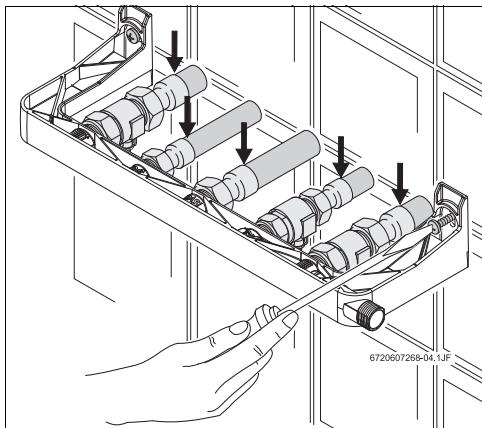

Fig. 4 Fijación de la preplantilla y soldadura de los tubos
- ▶ Efectuar la soldadura entre los tubos (Fig. 4).